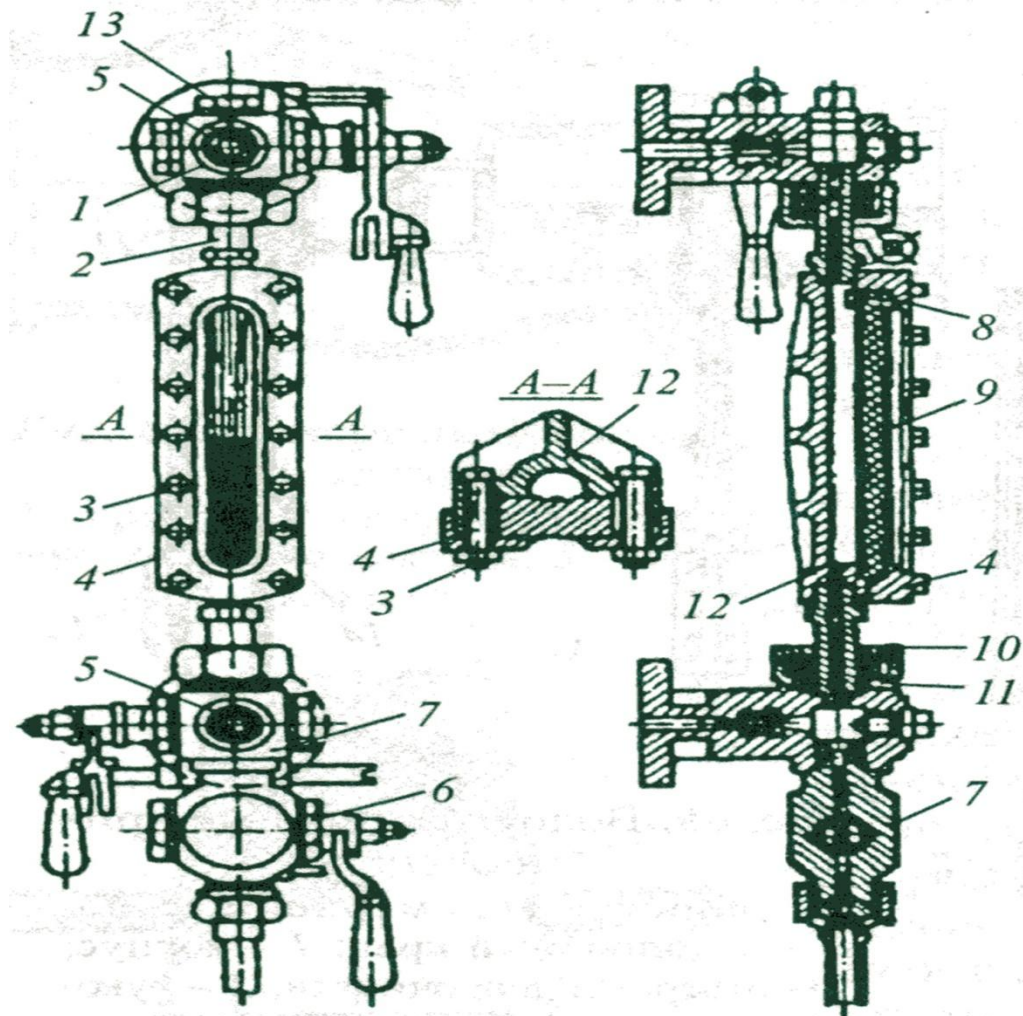

Рис. 50. Водоуказательный прибор со стеклом «Клингер»:
- Плоское стекло может быть гладким или рифленым. Рифленое стекло «Клингер» (рис. 50) с внутренней стороны имеет вертикальные призматические канавки, а с внешней стороны отполировано. В таком стекле вода кажется темной, а пар светлым. Рифленое стекло выпускается с 1-го по 9-й номер длиной 115- 340 мм, а гладкое - шести номеров - 140-340 мм. Если при работе парового котла краны водоуказательного прибора не загрязнены, то уровень воды в нем слегка колеблется.